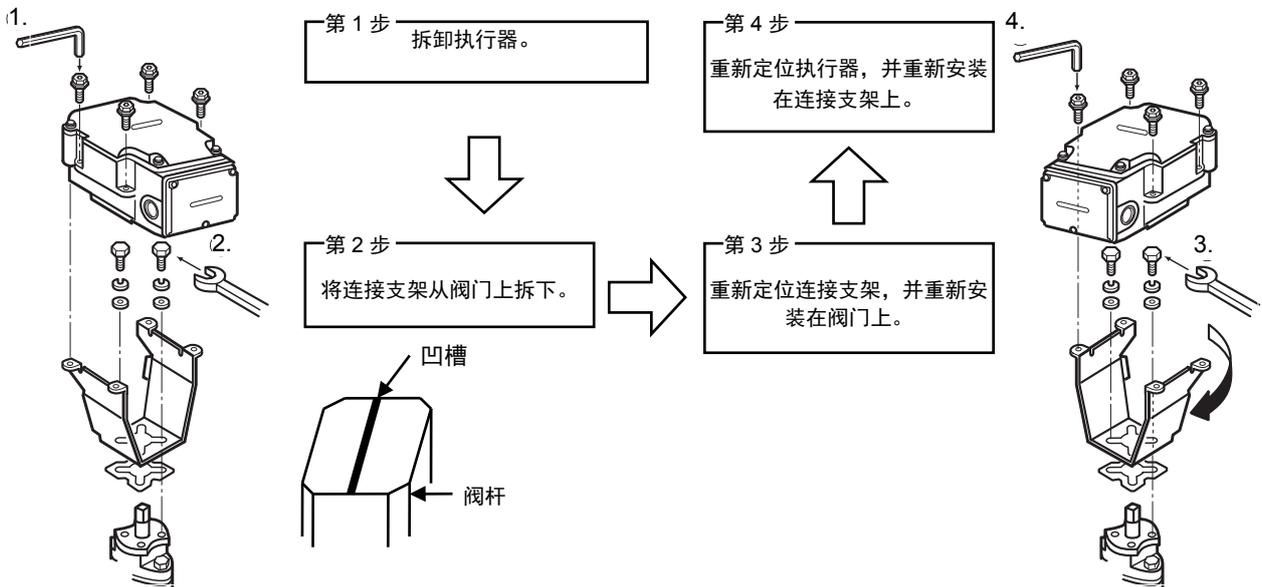

图 7 改变执行器的安装位置
- 2) 拆下连接执行器和连接支架的螺丝。拆卸执行器, 使其与连接支架分离。[确认阀杆顶部的凹槽与配管平行(位于全开位置)]. <参照图7中的第1步>
- 3) 拆下联结于连接支架和阀体的螺丝。<参照图7中的第2步>
- 4) 将连接支架的方向更改为所需方向。执行器能以每90度进行水平旋转, 以便符合阀门的安装位置(从出厂时的设置位置变成0°/90°/180°/270°)。<参照图7中的第3步>
- 7) 改变执行器的方向, 并将其安装到连接支架上。<参照图7中的第4步>